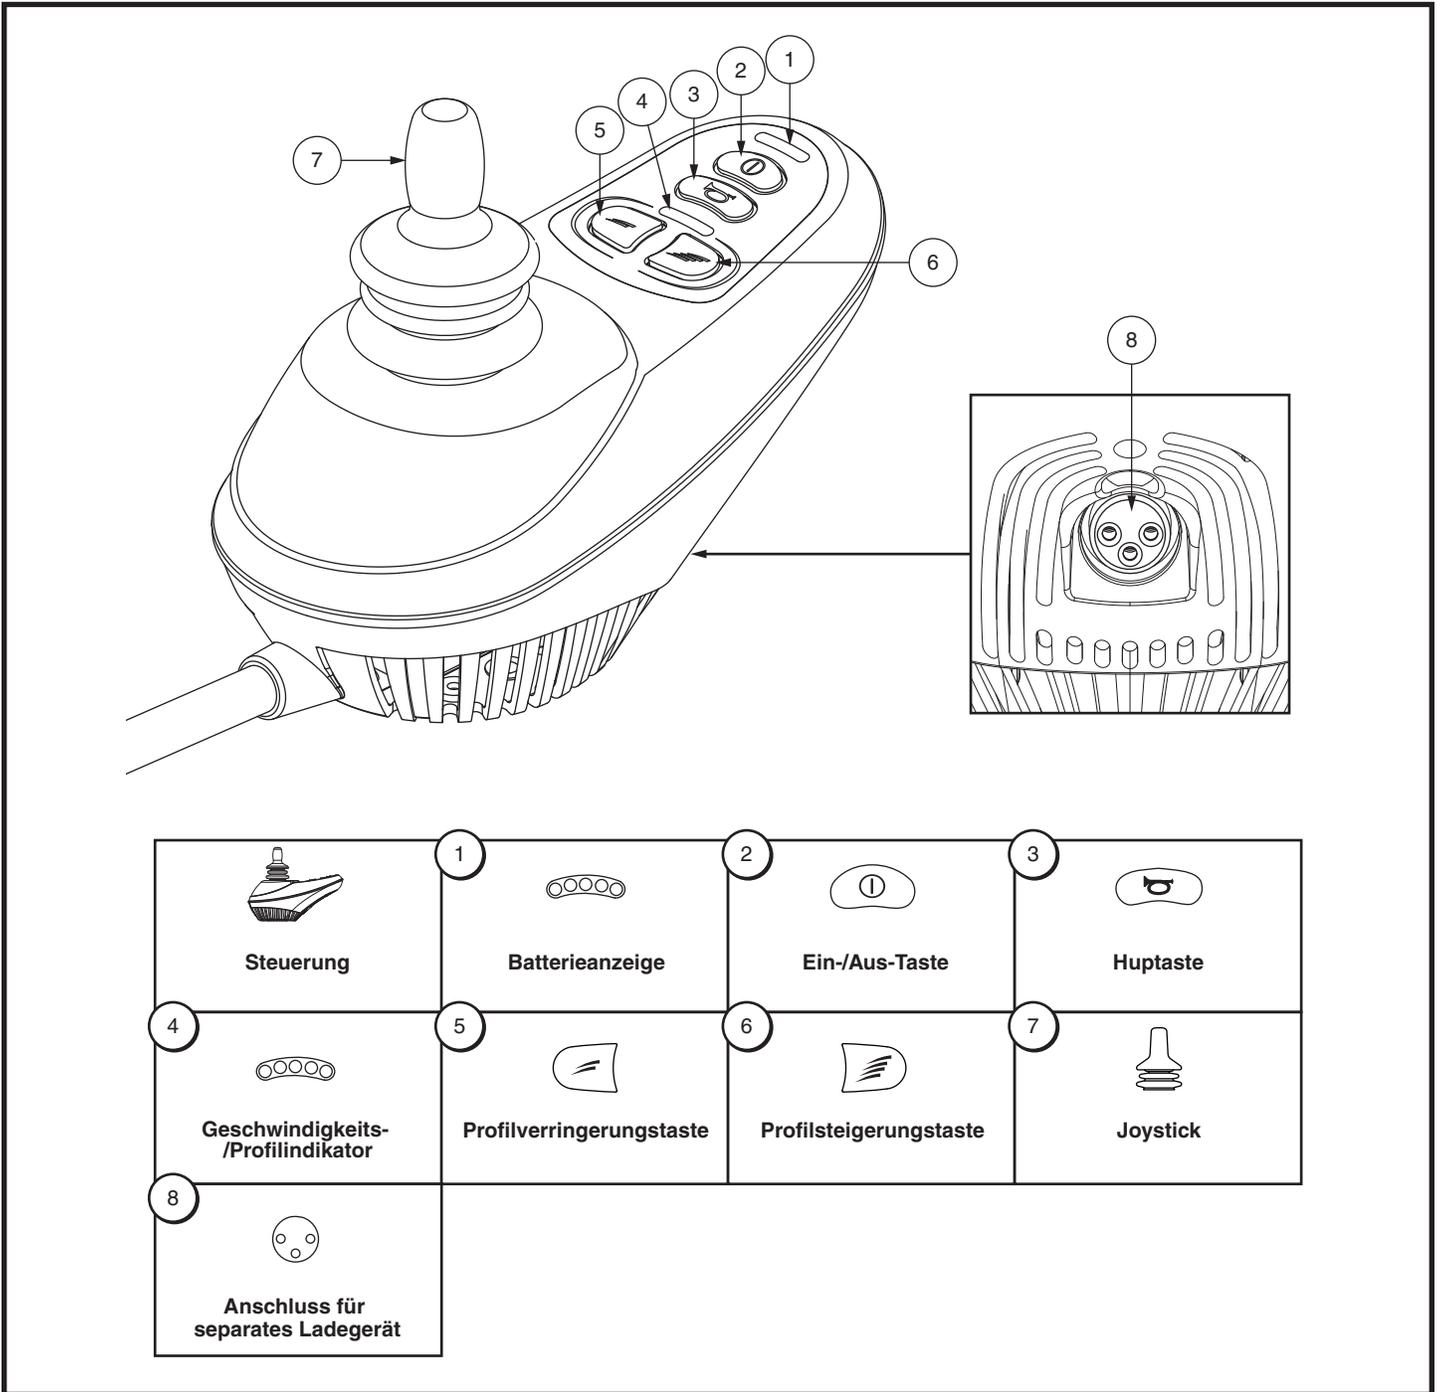

Abb. 1. Beschreibung der newVSI Steuerung
**Abb. 1** gibt Informationen über die newVSI Komponenten und - Anschlüsse. Verwenden Sie dieses Diagramm, um sich mit den Funktionen und dem Platz jeder Komponente vertraut zu machen, bevor Sie Ihre newVSI Steuerung benutzen.
Die newVSI Steuerung wird zum Betrieb Ihres Elektrorollstuhls und aller seiner Komponenten verwendet. **Siehe Abb. 1 und 2.**
**Siehe Abbildung 1.**